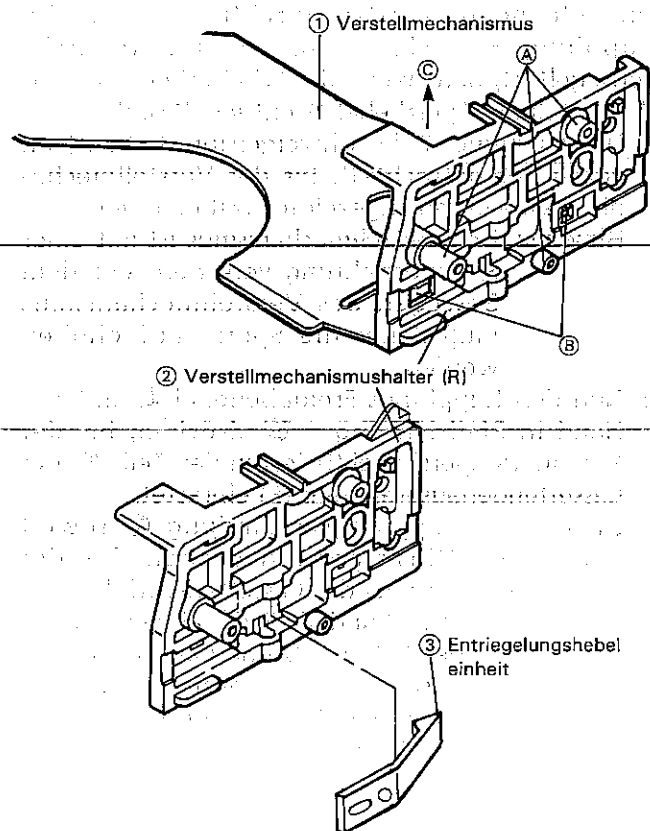

Abbildung 1-7.
• Ausbauen (Abb. 1-7)
1. Die Verbindungskupplung im Uhrzeigersinn drehen, bis der Verstellmechanismus (1) die Position "Cassette unten" erreicht.
• Einbauen (Abb. 1-7)
1. Den Entriegelungshebel einheit (3) am Verstellmechanismushalter (R) (2) anbringen.
2. Den Halter (R) (2) am Verstellmechanismus (1) anbringen.
3. Die Cassettengehäuserahmen (R) und (L) leicht aufweiten, um die Teile (A) des Verstellmechanismushalters (R) und (L) in die Nuten der Rahmenteile (R) und (L) einzusetzen.